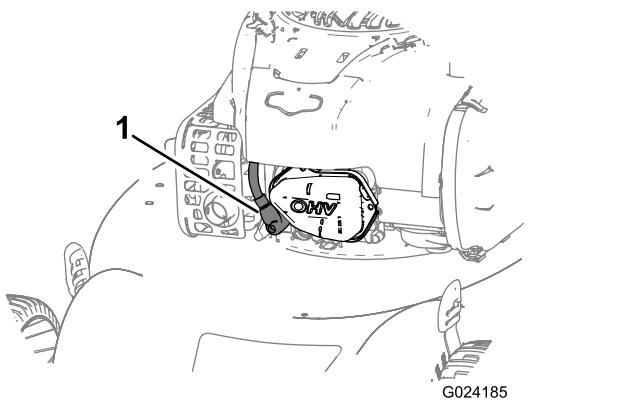

Bild 16
- Ziehen Sie das Zündkabel von der Zündkerze (**Bild 16**) ab, bevor Sie Wartungsarbeiten ausführen.